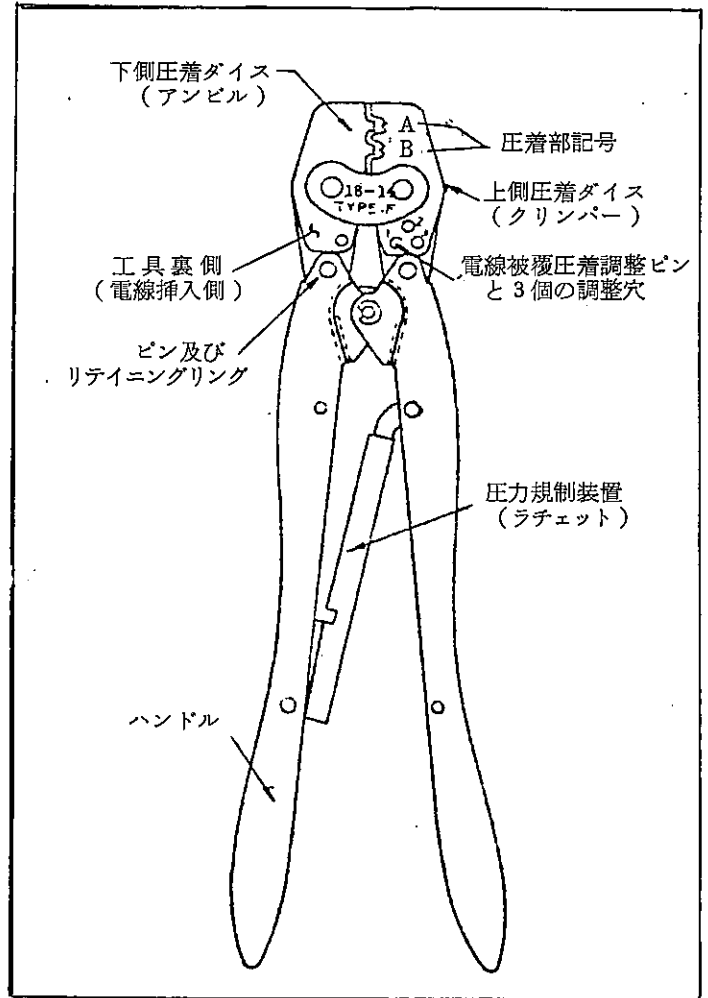

図 1
- (a) この工具(図1参照)は表1に示す各種端子を撚線に圧着するのに使用されます。
- (c) 工具には図1に示すように圧着部が2箇所あり、A、Bの記号で指示されておりますが、これは使用端子に対する圧着箇所を示しております(表1参照)。圧着箇所が違う場合は工具が損傷したり、圧着性能が低下しますのでご注意下さい。